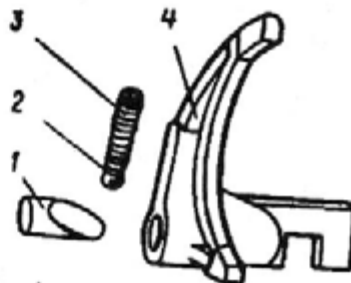

Рис. 124. Установка шарика и пружины фиксатора в вилок с помощью клиновидной оправки:
13. В гнезда вилок 4 (рис. 124) переключения передач переднего хода вставьте пружины 3 и шарики 2 фиксатора. Шарики вместе с клиновидной оправкой 1 вставьте в отверстие ступицы вилок.